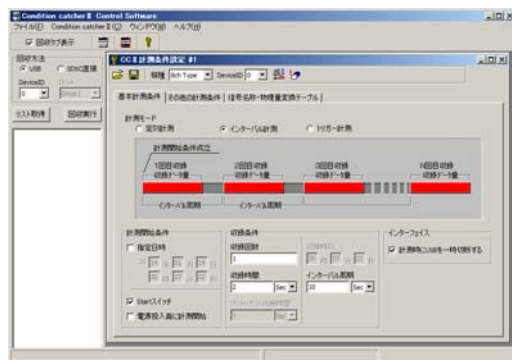

図 40. 計測条件設定画面
- ① パソコンの電源を投入し、『コントロール・ソフトウェア』を起動し、初期画面を表示します。
- ② 本体の電源を投入し、USB ケーブルを接続します。
- ③ 初期画面ツールバーの『計測条件設定』ボタン をクリックします。
- ④ 図 40 のような計測条件設定画面が表示されますので、この画面で各種計測条件を設定します。
- ⑤ 設定した条件を確認し、間違いなければこれらの設定を本体にダウンロードします。計測条件設定画面のツールバーの『DeviceID』を、USB 接続した本体で設定されている値に合わせて『ダウンロード』ボタン をクリックするとこれらの計測条件を本体へ書き込みます。